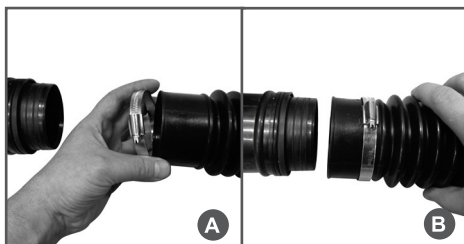

Рис. 2 Установка гибкой трубы
1. Наденьте на конец гибкой трубы с большим диаметром червячный хомут (Рис. 2А) и наденьте гибкую трубу с установленным хомутом на выходной патрубок корпуса воздушного устройства (Рис. 2В). Затяните хомут.